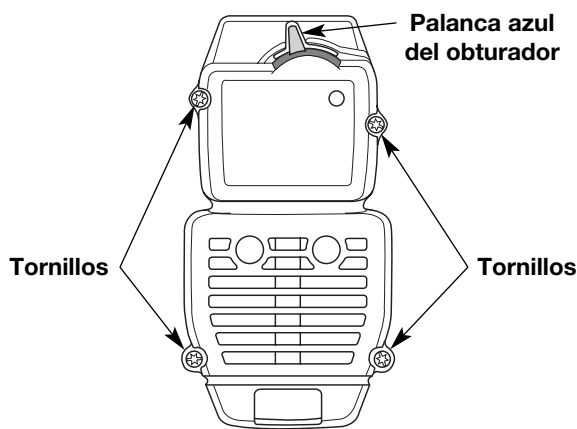

Fig. 24
2. Saque los cuatro (4) tornillos que sostienen la cubierta del silenciador / filtro de aire (Fig. 24). Use un destornillador de vástago plano o de broca Torx N° T20.
2. Inserte los cuatro (4) tornillos en los orificios de la cubierta del silenciador / filtro de aire (Fig. 24) y ajústelos. No los ajuste demasiado.